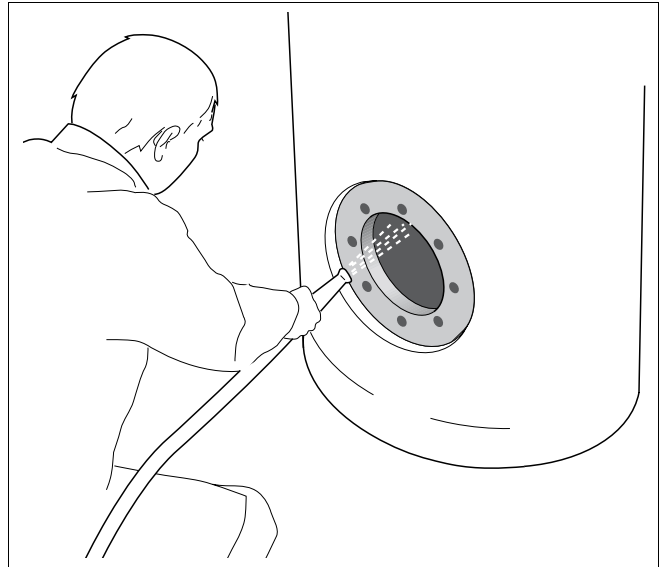

Fig. 11 Curățirea boilerului cu jet de apă sub presiune
- Interiorul boilerului se stropește cu un jet de apă rece sub presiune (cca. 4 – 5 bar suprapresiune) (Fig. 11).